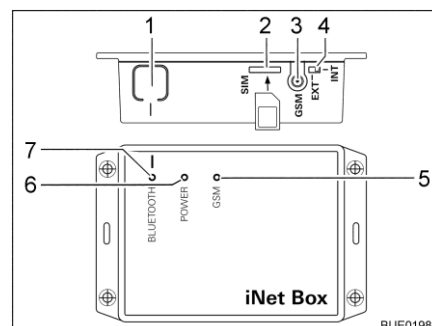

Bild 83 Truma iNet-Box
- Tryck in knappen BLUETOOTH (Bild 83,1) på iNet-Box i 1 sekund. Truma iNet-Box förblir synlig i ungefär 2 minuter i mobil terminalenheten (Namn: "Truma iNet-Box"). Under denna tidsrymden, blinkar den blå lysdioden BLUETOOTH (Bild 83,7).
- Skjut försiktigt in mini-SIM-kortet med ett telefonnummer och tillräckligt med kredit, i kortutrymmet i Truma iNet-Box, enligt beskrivningen (Bild 83,2) tills det hakar fast. Den röda lysdioden GSM (Bild 83,5) ska blinka kontinuerligt. När den röda lysdioden tänds efter 20 sekunder: Testa mini-SIM-kortet.